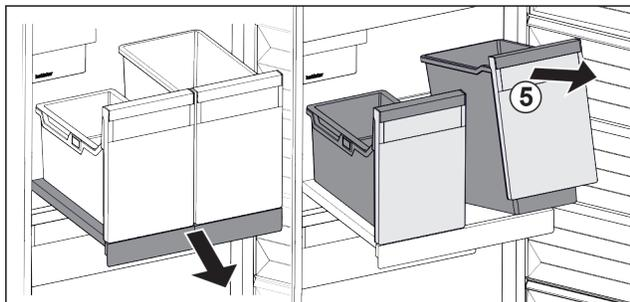

Fig. 99
- Soulever les bacs Fig. 99 (5) par l'avant.